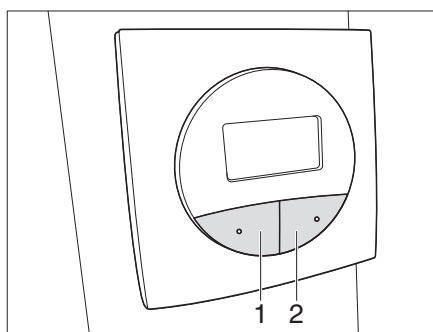

Fig. 40 Pannello di controllo impianto satellitare Teleco
- Premere il tasto SAT (Fig. 40,2) **due volte**.
- Premere il tasto PARK (Fig. 40,1).